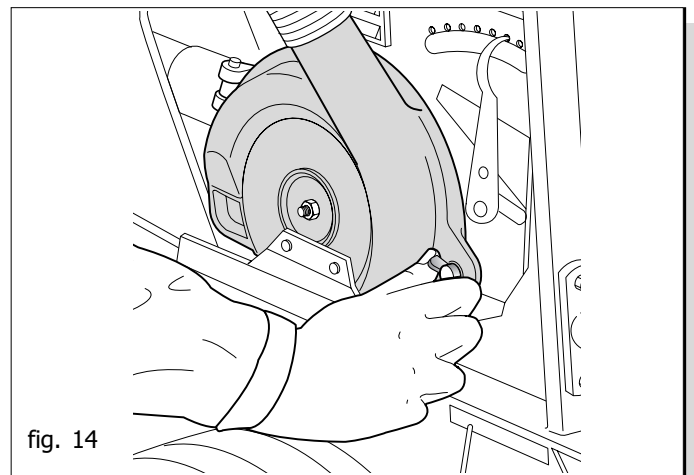

fig. 14
- Serrare il dado ad alette di chiusura coperchio solamente con le mani (Fig. 14).